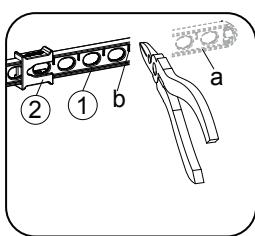

Fig. 2
Once you have identified the proper hole in the lift rod strap (1) that is necessary for your installation, you may cut off the bottom portion (a) of the lift rod strap (1) by snapping it off with pliers or cutting it off with a saw at the cutting point (b), as shown in Fig. 2. Ensure the clip (2) does not slide off the lift rod strap (1).
Una vez que hayas identificado el orificio adecuado en la presilla de la varilla de elevación (1) que es necesario para tu instalación, puedes recortar la porción inferior (a) de la presilla de la varilla de elevación (1) partiendo con alicates o cortando con una sierra en el punto de corte (b), como se muestra en la Fig. 2. Asegúrate de que la presilla (2) no se salga de la correa de la varilla de elevación (1).
Une fois que vous avez identifié le bon trou de la courroie de la tige de levage (1) nécessaire pour votre installation, vous pouvez couper la portion inférieure (a) de la courroie de la tige de levage (1) en la cassant avec des pinces ou en la coupant avec une scie au point de coupe (b), comme illustré sur la Fig. 2. Veillez à ce que la pince (2) ne glisse pas de la courroie de la tige de levage (1).